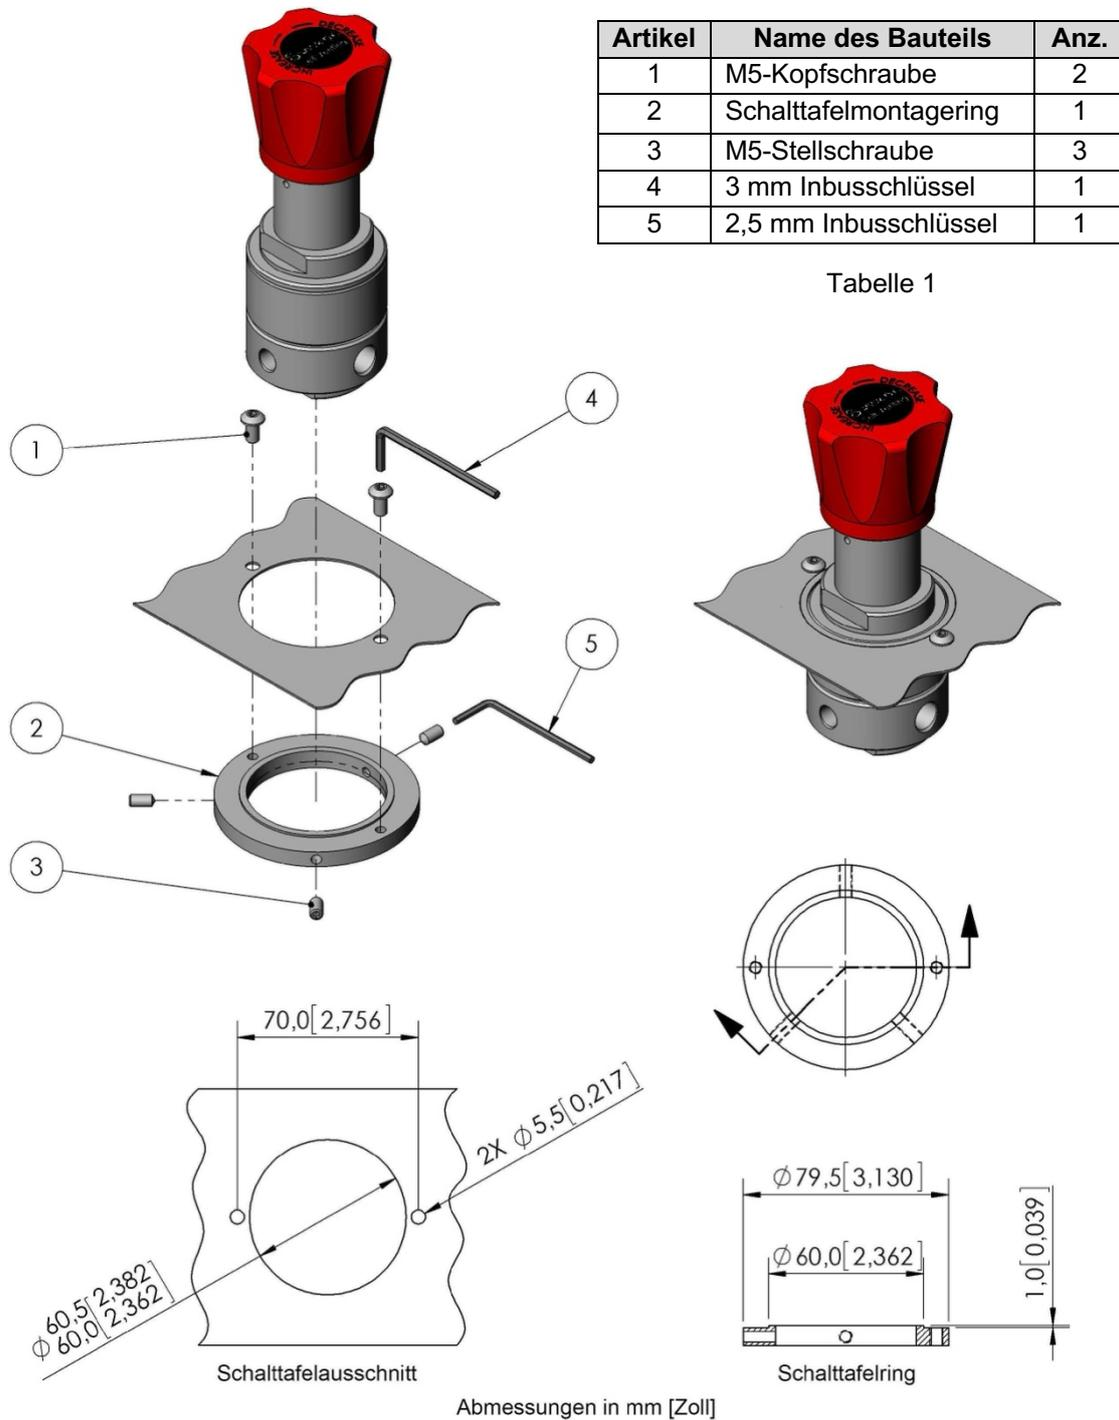

Abb. 1
1. Schneiden Sie die entsprechenden Löcher in die Platte gemäß den Abmessungen in Abb. 1.
2. Befestigen Sie den Schalttafelmontagering (2) mit den Stellschrauben (3) am Regler. Berücksichtigen Sie die gewünschte Ausrichtung der Anschlüsse im Verhältnis zu den Montagebohrungen.
3. Setzen Sie den Regler in die Platte ein und befestigen Sie ihn mit den Kopfschrauben (1).